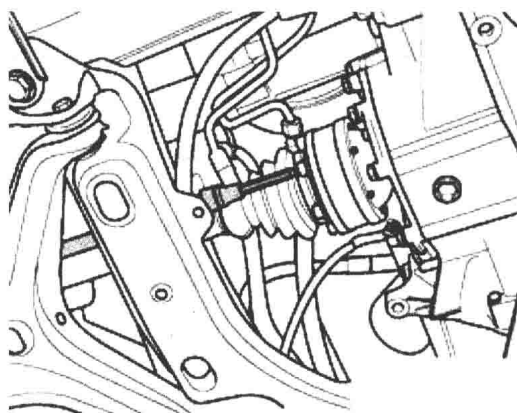

图 1-2 拆卸传动轴
- (1) 拆下蓄电池接地线,拆下蓄电池。
- (2) 拆卸离合器分泵(注意:拆卸后不允许再踩离合器踏板)。
- (3) 用举升机举起汽车。
- (4) 将传动轴从变速箱上拆下,将其固定,并密封传动法兰,防止灰尘进入,如图 1-2 所示。